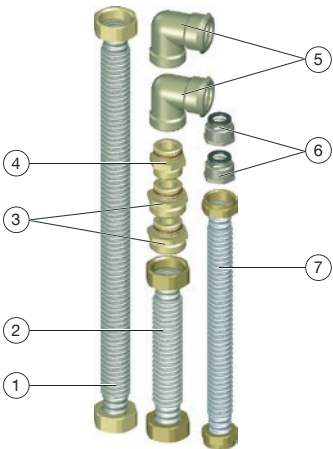

Fig. 1: Jeu de raccordement et de tubage
1. Visser les manchons de réduction pour les raccords du chauffe-eau instantané (position (6) sur la Fig. 1 en page 27) avec joints noirs en EPDM sur le raccords du chauffe-eau instantané.
2. Visser les côtés auto-étanches des mamelons doubles (positions (3) et (4) sur la Fig. 1 en page 27) dans les raccords correspondants du bloc de raccords avec robinets à tournant sphérique.
3. Visser les étréques (position 5 sur la Fig. 1 en page 27) dans les raccords du distributeur/collecteur pour circuits de chauffage.